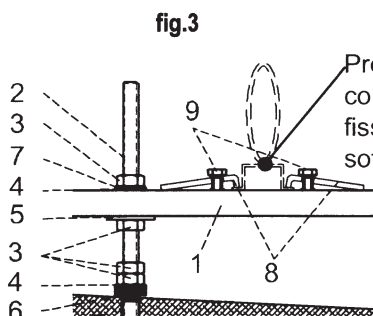
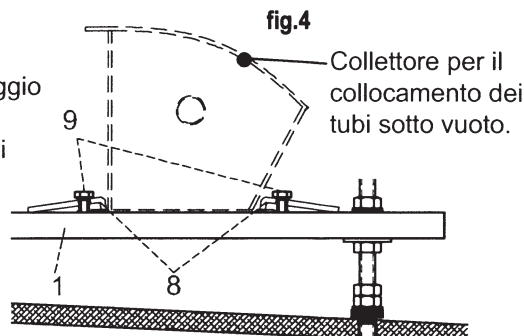

fig.3
fig.4
4. Inserire la vite nel tassello o nel foro e avvitare, utilizzando 2 dadi (3) uno en contra, fino che tutta la lunghezza filettata della vite sia dentro il tassello o in legno (al minimo 110 mm). Collocare la guarnizione (6) nel foro della tegola e fissare con rondella (4) e dado (3) **fig. 3 e 4**.
**Non stringere molto fortemente i dadi altrimenti si rovinano le tegole.** Stringere un contradado di sicurezza. Avvitare un dado (3) e posare la rondella speciale (5) su cui appoggia il tubolare profilato di alluminio (1). Distanza tra i dadi varia a seconda della copertura del tetto - valore standard ca. 30 mm. Eseguire questo procedimento per tutti i punti di fissaggio. In caso che le viti prigioniere sorgono nella parte superiore tagliare con sega.
5. Montare il tubolare profilato d'alluminio e fissare con dado (3), disco dentato (7) e rondella (4)
6. Montare il profilato d'appoggio **fig.3** e fissare 2 volte nei fori filettati con la graffetta (8) e vite (9). Eseguire il procedimento per il collettore per collocamento dei tubi sotto vuoto **fig.4**.